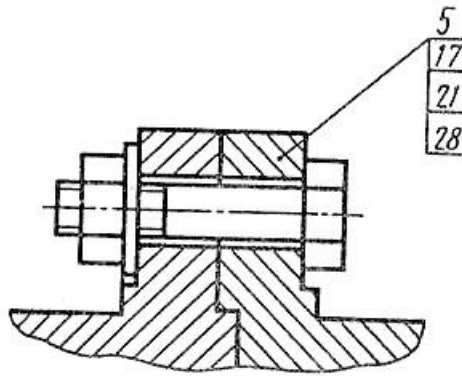

Рис. 8.16. Приклади позначок позицій за ГОСТ 2.109-73
*а) для групи кріпильних деталей, які стосуються одного й того ж місця кріплення (рис. 8.16). Якщо кріпильних деталей дві і більше і при цьому різні складові частини кріпляться однаковими деталями кріплення, то кількість їх допускається проставляти в дужках після номера відповідної позиції і вказувати тільки для однієї одиниці складової частини, що закріплюється, незалежно від кількості цих складових частин у виробі;*
*В ГОСТі немає вимог до форми позначки на кінці з'єднувальної лінії, але на пояснювальних рисунках ГОСТа (рис. 8.16) з'єднувальна лінія закінчується точкою всередині контуру деталі.*